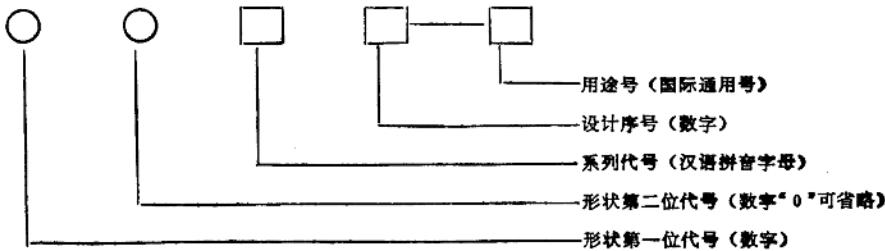

图 1—1
6. 电工仪表的型号 安装式指示仪表型号如图1—1。例如44C2—A型电流表，其中“44”表示形状代号，“C”表示磁电系仪表，“2”为设计序号，“A”表示用于电测量。例如